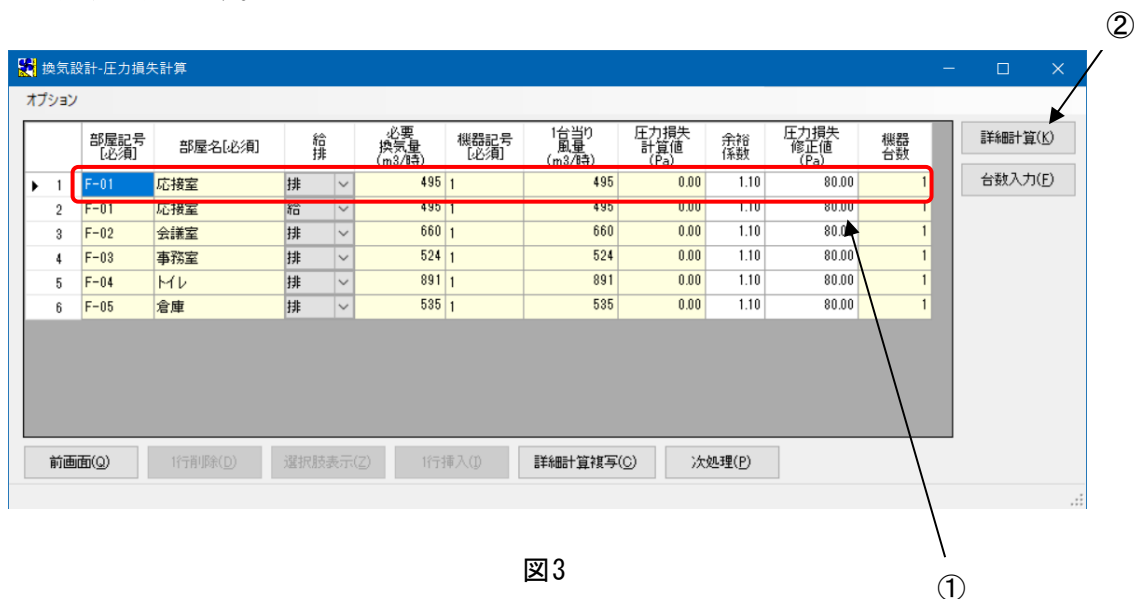

図3
- (1) 区間計算をしたい行(図 3-①) にカーソルを合わせ、[詳細計算(K)] ボタン(図 3-②) をクリックします。